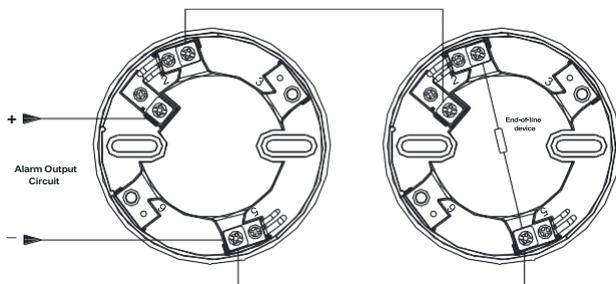

Рис. 1 – схема подключения оповещателя
2. Подключите провода к клеммам основания. Схема подключения изображена на Рис.1.